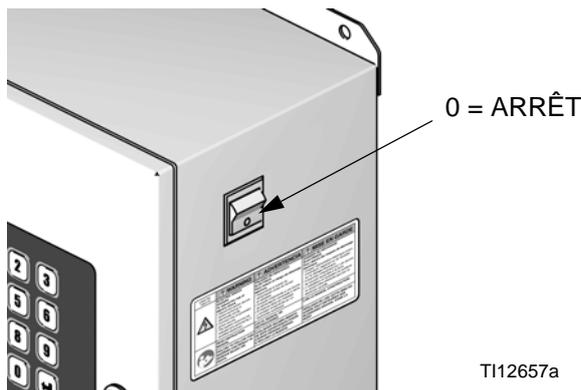

FIG. 116. Commutateur marche-arrêt
3. Coupez l'alimentation du ProMix (position 0). FIG. 116.